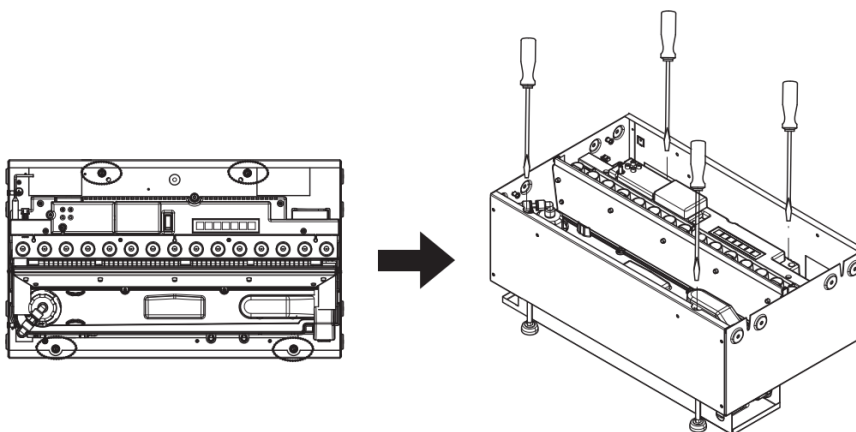

Fig.5
2. Zorg ervoor dat het toestel zich op de juiste hoogte bevindt voor de installatie en dat het waterpas staat. Dit kan door de stelvoetjes af te stellen met een platte schroevendraaier. (afb. 5)